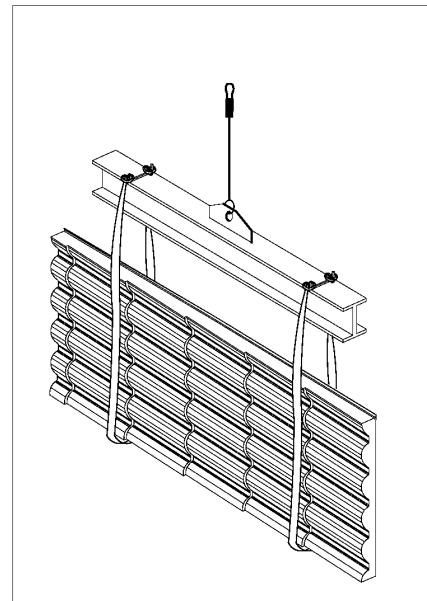

Fig. 21
- Un par de cintas de nylon o similares, siempre al mismo tiempo unidas a un medio de levantamiento (ver Fig. 21) o bien donde el desnivel entre el paquete a tierra y la cubierta sea razonablemente reducido, puede ser ejecutado por un paso en forma manual.